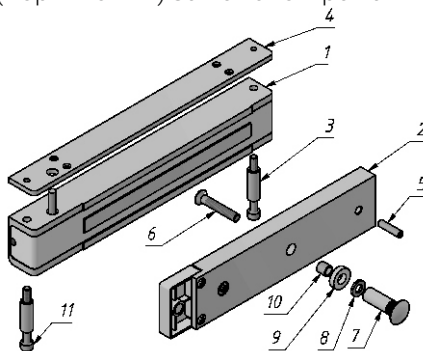

Рисунок 1
2.1 Комплектность замка представлена на рис. 1.
5.2 Корпус замка (1) (рис. 1) через планку резьбовую (4) крепится в верхней части дверной коробки на максимальном удалении от петель двери.